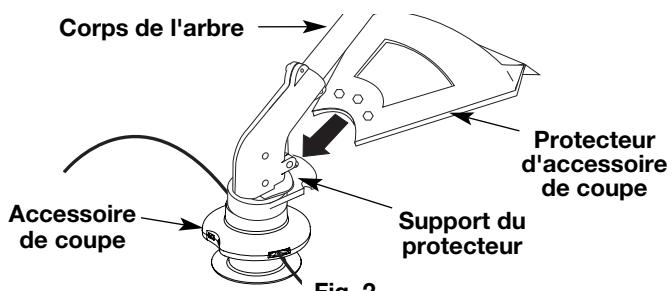

Fig. 2
- Glissez le protecteur d'accessoire de coupe dans son support, situé sur l'accessoire. Alignez les trous à vis du protecteur avec ceux de l'accessoire de coupe (Fig. 2).